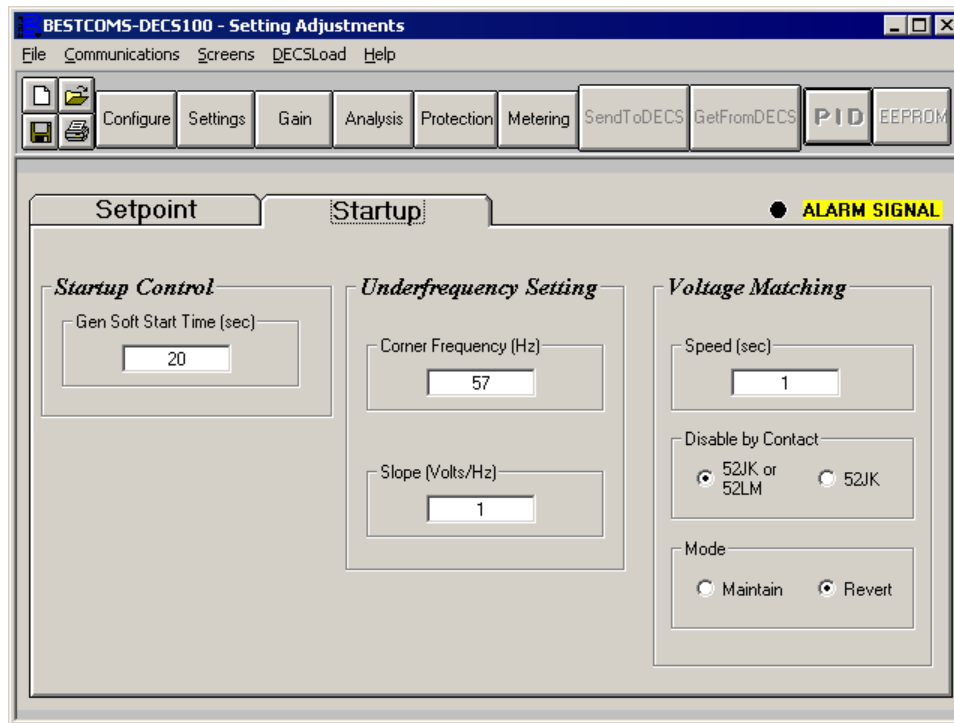

Figura 5-8. Schermata Setting Adjustments (Regolazioni delle impostazioni), scheda Startup (Avvio)
**Automatic Voltage Regulator (AVR) (Regolatore di tensione automatico (AVR)) - AVR Setpoint (V) (Setpoint AVR (V)).** Opzione per inserire la tensione ai morsetti di uscita del generatore desiderata. L'intervallo di valori del setpoint AVR dipende dalla tensione di rilevamento del regolatore e dall'impostazione della banda.
**Fine Voltage Adjustment (Regolazione fine tensione) - Band Setting (%) (Impostazione di banda (%)).** Band Setting (Impostazione banda) determina la regolazione minima e massima del setpoint AVR (come percentuale dell'impostazione della tensione di rilevamento del regolatore (vedere Figura 5-8)). I valori di
Le impostazioni della scheda Startup (Avvio) della schermata Setting Adjustments (Regolazioni delle impostazioni) sono visualizzate in Figura 5-8. Tutte le impostazioni della scheda Startup (Avvio) sono descritte nei seguenti paragrafi.